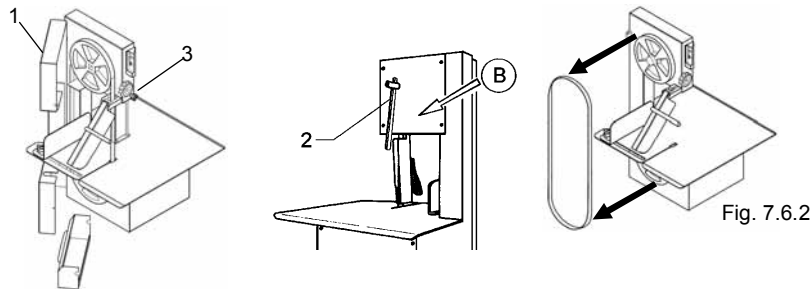

Fig. 7.6.2
7.6.2 Sustitución de la cuchilla (Fig. 7.6.2)
- Correr la palanca "2" hacia abajo, como lo indica la Fig. 7.6.2 con la flecha "B".